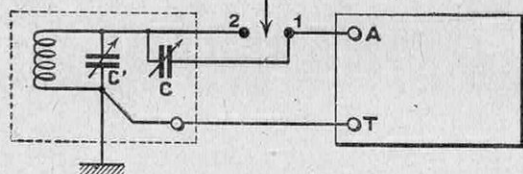

FIG. 4. — ENSEMBLE DU DISPOSITIF POUR AUGMENTER LA SÉLECTIVITÉ
**Emploi :** Un commutateur *S* permettra de passer de la réception ordinaire à la réception plus sélective (fig. 4).